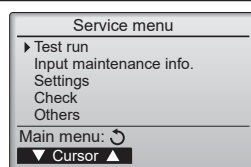

Fig. 8-1
- (1) Välj "Test run" (Testkörning) från Servicemeny och tryck på [VÄLJ]. (Fig. 8-1)